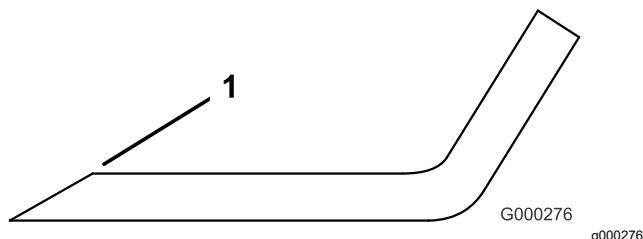

Figure 100
- Examinez les tranchants de toutes les lames et aiguissez-les s'ils sont émoussés ou ébréchés (Figure 100).
Remarque: N'aiguissez que le haut du tranchant et conservez l'angle de coupe d'origine pour obtenir une coupe nette (Figure 100). Limez la même quantité de métal sur chacun des deux tranchants pour ne pas déséquilibrer la lame.